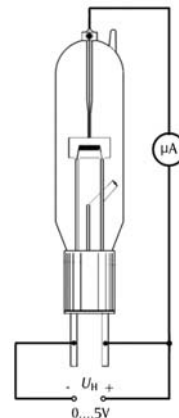

Fig. 2a Schaltungsaufbau zum Nachweis des Edison-Effektes mit Hilfe eines Multimeters
- Schaltung gemäß Fig. 2a/b vornehmen.